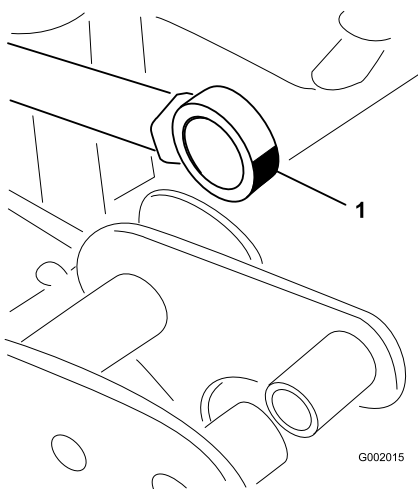

Рисунок 67
5. Отклоните подшипник наконечника штока и заправьте подшипник консистентной смазкой (Рисунок 67).